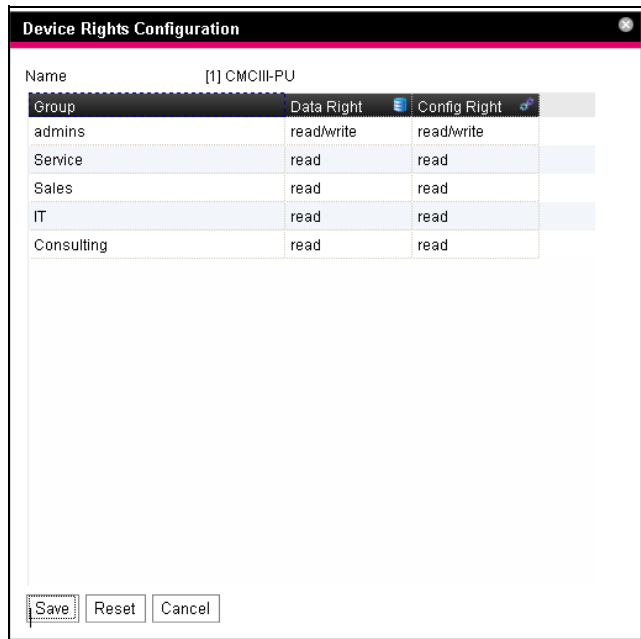

Imagen 42: Diálogo «Device Rights Configuration»
Aparecerá el diálogo «Device Rights Configuration» (imagen 42).
Los símbolos correspondientes también se muestran al seleccionar un sensor en la pestaña **Configuration** de la zona de navegación y abriéndolo a continuación hasta el nivel más bajo, así como también en el diálogo «Device Rights Configuration» (imagen 42, pos. 1). Los sím-